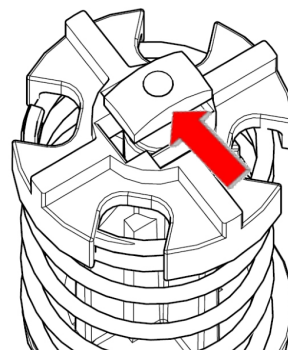

Figure 5
2. Enfoncer la bague d'arrêt sur la cheville de blocage de la soupape de dérivation. Appuyer sur la bague d'arrêt (en comprimant le ressort) jusqu'à ce qu'elle soit complètement sous la cheville de blocage (Figure 5).